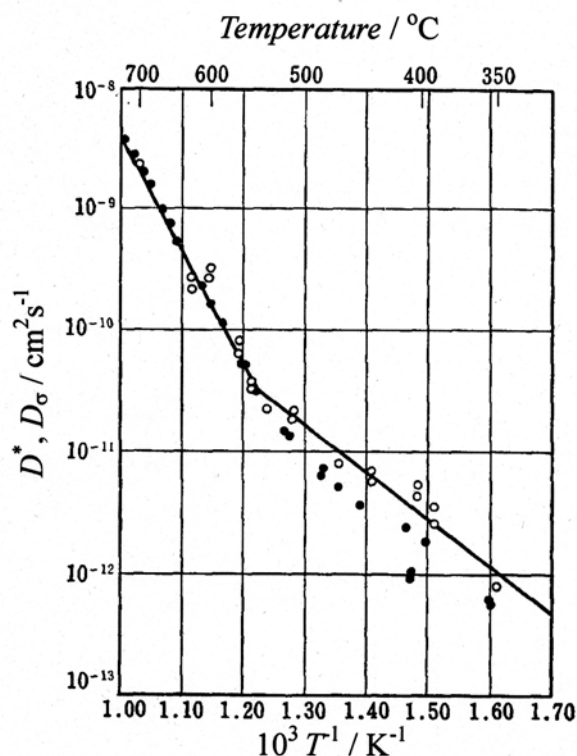

図 2-1 NaCl 中の Na^+ の自己拡散係数 D^* (○印) と電気伝導度から求めた見かけの拡散係数 D_o (●印) の温度依存性
2. 図 2-1 は NaCl 結晶における Na^+ の自己拡散係数 D^* (○印) , および, 電気伝導度測定から求めた見かけの拡散係数 D_o (●印) の温度依存性を示したものである. 以下の設問(a)~(c)に答えなさい.
- (a) 次の文章中の①~⑩に最も適する用語, 記号等を入れなさい.
一般に, 欠陥が拡散するときの活性化エネルギーは, ⑨ のエンタルピーと ⑩ のエンタルピーの和になる. 図 2-1 に示すように, Na^+ の自己拡散係数の温度依存性をみると, 高温領域では直線の傾きが急であり, 低温領域では緩やかである. 高温領域での傾きから求まる活性化エネルギーは, ⑨ と ⑩ のエンタルピーの和を表し, 一方, 低温領域で傾きが緩やかな理由は, ⑨ のエンタルピーが無視できるほど小さいことによる.
- (c) NaCl 結晶中に不純物として存在する Ca^{2+} によって生成した欠陥は, 低温になると欠陥同士が会合 (association) することが知られている. 図 2-1 で, Na^+ の自己拡散係数 D^* と電気伝導度測定から求めた見かけの拡散係数 D_o を比較すると, 両者は高温領域では一致するが, 低温領域では D_o が低い値を示す. この理由について考察し説明しなさい.